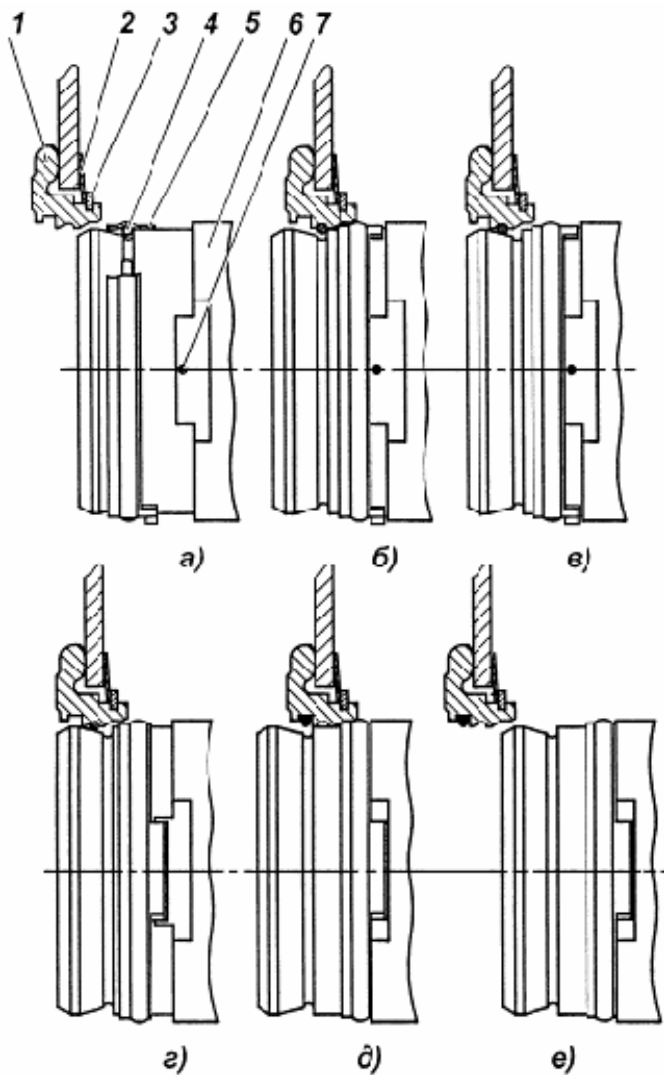

Рис. 102. Основные положения запорного устройства:
Конструкция запорного устройства механизма выключения сцепления требует выполнения особых правил установки коробки передач на двигатель. Основные положения запорного устройства показаны на рис. 102.
- 4 Переместить муфту выключения сцепления к упорному кольцу до упора, для чего с помощью технологического рычага повернуть вал вилки выключения сцепления против часовой стрелки. Пружинное кольцо при этом попадает в фасонную канавку упорного кольца (положение "б", рис. 102).
- 5 Поворачивая вал вилки выключения сцепления по часовой стрелке, переместить муфту в направлении от двигателя (положение "в" рис. 102).
- 5 Повернуть замковое кольцо 5 (рис. 102) относительно втулки 6 так, чтобы выступы кольца совпали с пазами втулки (положение "Г").